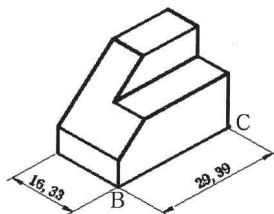

图 7-4-13
(10) 单击“倾斜”按钮 \swarrow ，单击AB直线的标注，按Enter键。捕捉并单击C点和B点，或者输入“30”后按Enter键，倾斜如图7-4-13所示。